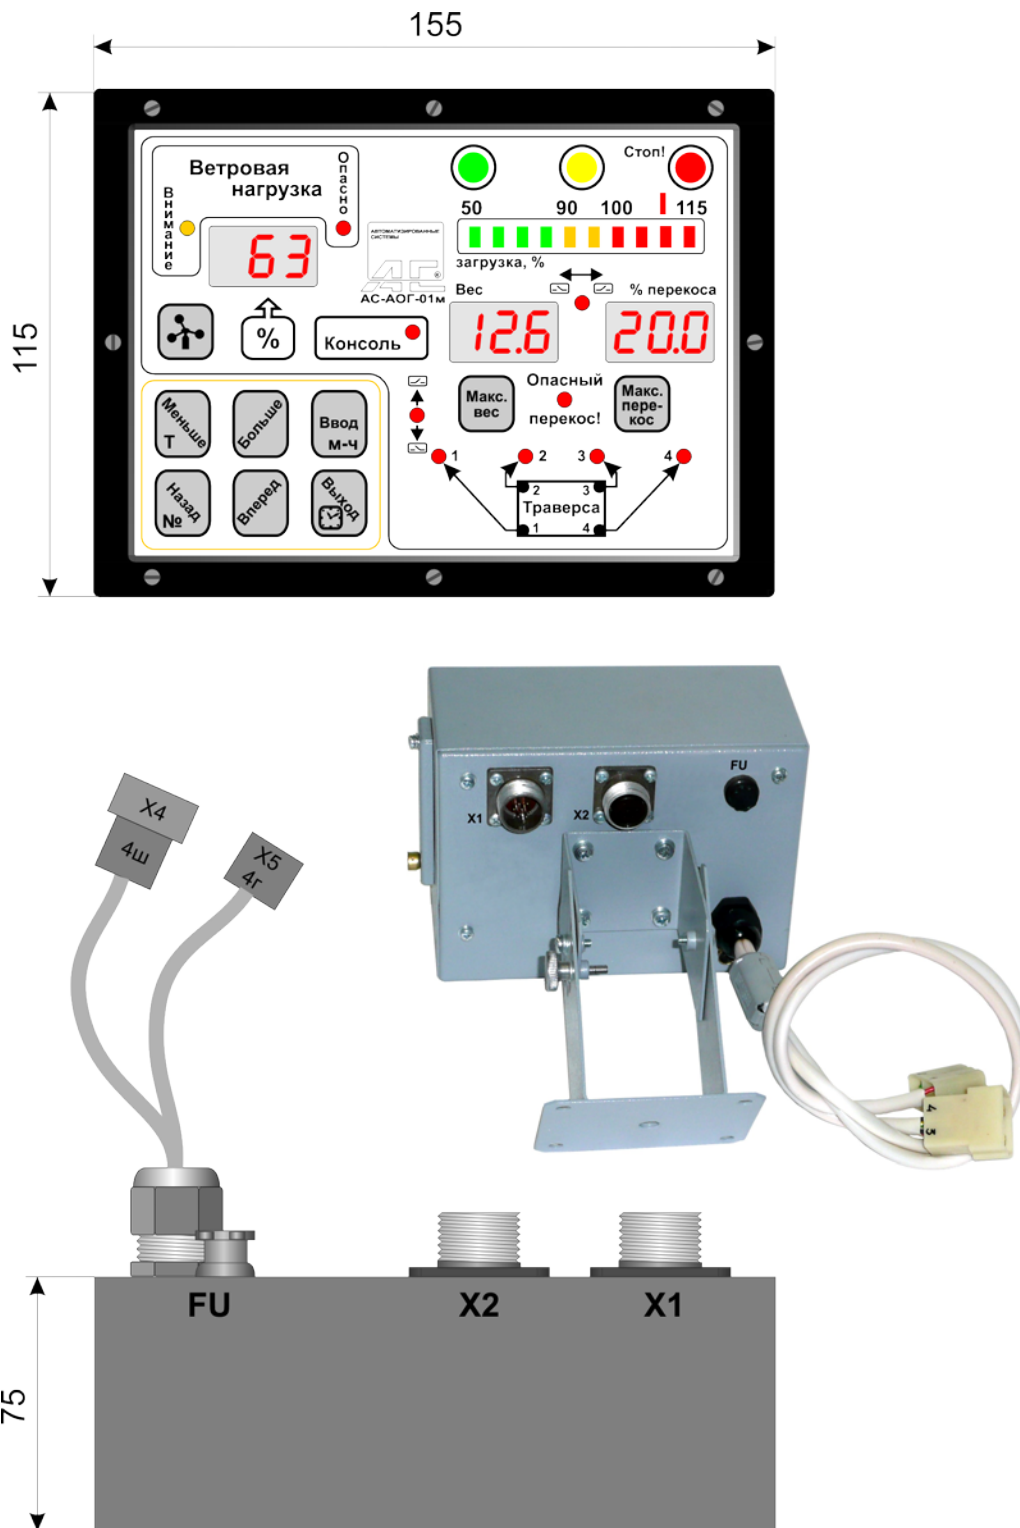

Рис.2
Подсоединение АОГ к электрооборудованию крана должно быть произведено в соответствии со схемой подключения рис.2, а именно через контакты разъема X4 (и X5, если установлен анемометр) и 4 однополюсных штекеров расположенных на тыльной стороне блока АОГ (рис.2), на задней стенке.
6.3.3. К блоку питания относятся 2 предохранителя FU1 и FU, расположенных в блоке АОГ, рис.2. Самовосстанавливающийся предохранитель FU1 (1А) размещен внутри блока и предназначен для защиты внутренних электронных цепей блока АОГ, а плавкий предохранитель FU (5А), размещен на задней стенке блока АОГ и предназначен для защиты цепей управляющих реле от короткого замыкания. Питание реле осуществляется независимо от внутренних электронных цепей блока АОГ.
7.4. Подключение составных частей, а также подключение системы АОГ к системе электрооборудования крана производите в соответствии со схемой подключения АС-0002.00.000.00м Э5, рис.2.